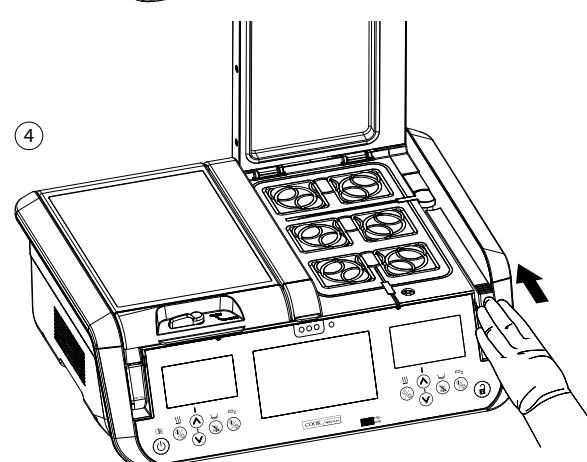

Figure 12 : étapes pour l'installation d'un flacon pour humidification
- Tenir le flacon pour humidification en position verticale avec la pièce en T du flacon orientée vers la chambre dans laquelle le flacon doit être installé. Maintenir le loquet supérieur. Tout en maintenant l'extrémité de la pièce en T du flacon aussi haut que possible pour empêcher l'eau de s'écouler, insérer le flacon dans la baie du flacon pour humidification (FH) à un angle de 10 à 15 degrés, en positionnant le boîtier du joint FH sur la buse de gaz de la baie FH à l'arrière de la baie FH (voir la **figure 12**).